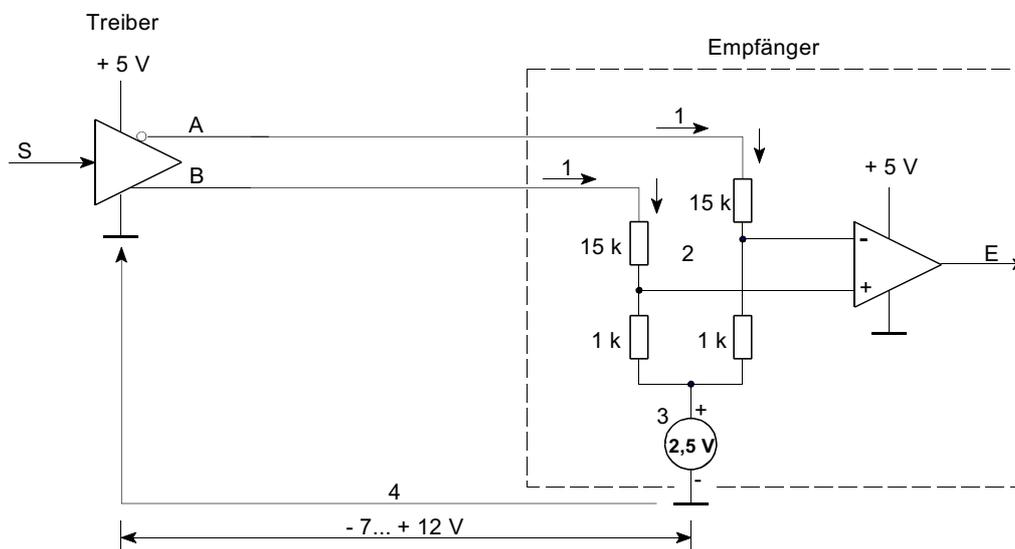
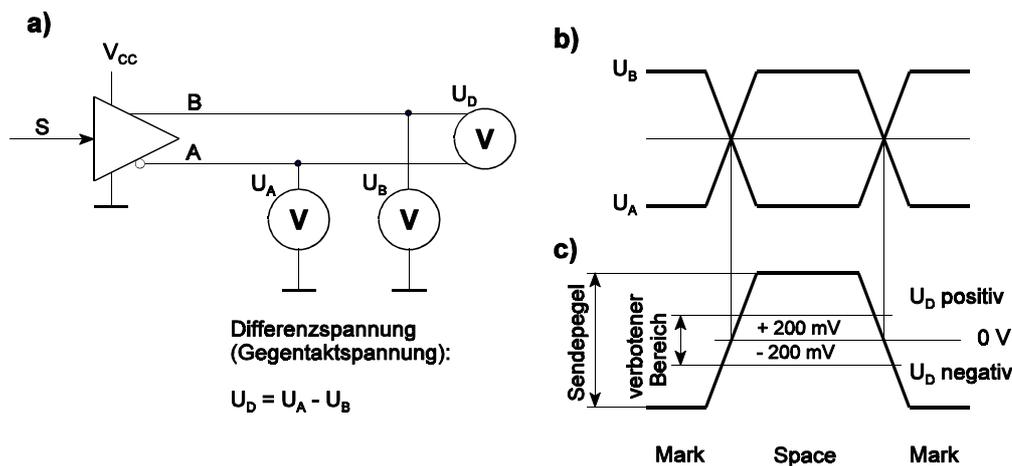

Abbildung 8.68 Signalpegel im Überblick
Abbildung 8.69 Ein Signalweg im einzelnen
Jedes Signal wird über zwei Leitungen übertragen (differentielle Signalübertragung). Die Signalpegel werden aber auf eine gemeinsames Massepotential bezogen. Abbildung 8.68 veranschaulicht die Signalpegel. Abbildung 8.69 zeigt Einzelheiten eines Signalwegs. Um die typischen Besonderheiten zu verstehen, ist es zweckmäßig, sich einige der seinerzeitigen Entwicklungsziele vor Augen zu führen:
*) als Spannungsabfälle über den Widerständen in den Signalwegen (vgl. Abbildung 8.69).